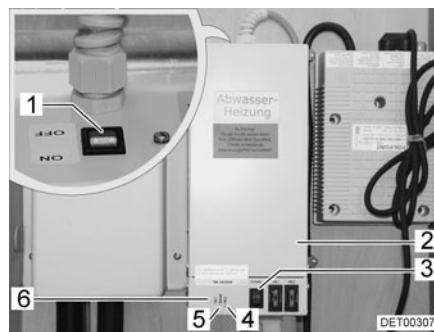

Fig. 125 Transformador con aparato regulador
Según el modelo, el transformador de 230 V AC/12 V DC (Fig. 125,2) estará instalado en el armario ropero o en el baúl del grupo de asientos.
- La luz de control (Fig. 125,5) se enciende de color verde: Regulación en funcionamiento
- Las luces de control (Fig. 125,4 y 6) se encienden rojas: Las tuberías de aguas residuales se calientan
La carcasa tiene un pulsador de prueba (Fig. 125,3) integrado con el cual se puede poner en funcionamiento brevemente el aparato regulador. Presionando el pulsador de prueba se puede comprobar el funcionamiento del calentamiento aún cuando la temperatura ambiente sobrepase los 5 °C.
- Poner el interruptor (Fig. 125,1) en el transformador (Fig. 125,2) en "ON".
- Poner el interruptor (Fig. 125,1) en el transformador (Fig. 125,2) en "OFF".